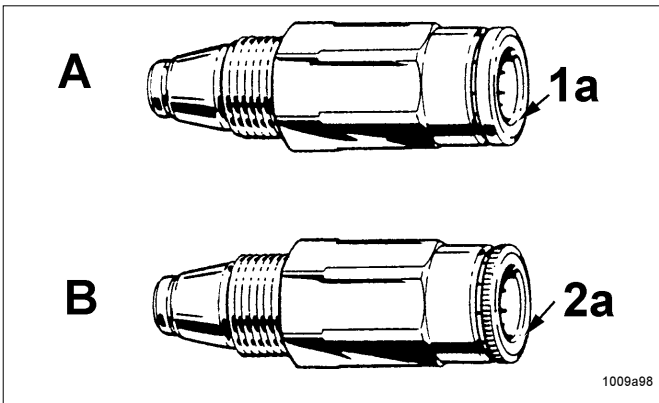

Abb. 35 - Unterschiede der Rückschlagventile
- Für Hochdruckkunststoffschlauch (ø 8,6x2,3 mm) Rückschlagventil A, Abb. 35 mit verstärkter Zange 1a und glattem Bund verwenden (Sach - Nr. 226-14091-4)
- Für Druckkunststoffrohr (ø 6x1,5 mm)Rückschlagventil B, Abb. 35 mit Standard - Zange 2a und gerändeltem Bund verwenden (Sach - Nr. 226-14091-2)